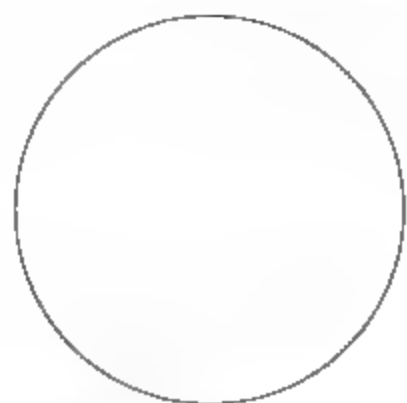

图8-61 绘制圆形
- 调用C【圆】命令，绘制半径为550的圆形，如图8-61所示。